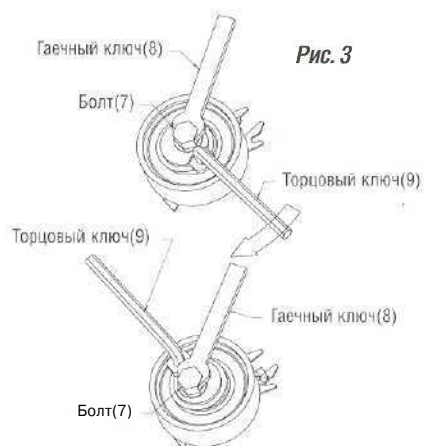

Рис. 3
6. Вращайте шайбу(3) ПО ЧАСОВОЙ СТРЕЛКЕ с помощью торцового ключа(9). При этом удерживайте неподвижным болт(7) с помощью гаечного ключа(8). Натяжитель начнет натягивать ремень, а рычажок будет перемещаться ПО ЧАСОВОЙ СТРЕЛКЕ (Рис. 3).